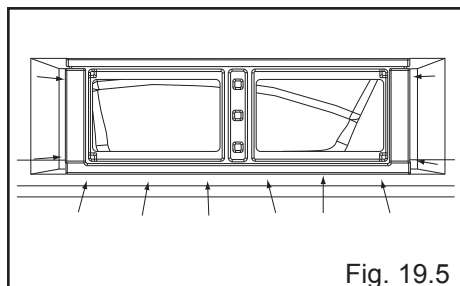

Fig. 19.5
Screw the apron into the wall and floor, as shown in Fig. 19.5, using 10 screws. The pre-drilled holes (3/16") will guide the positioning of the screws. Check that the apron is still level.
Visser le tablier au mur et au sol tel que démontré en fig. 19.5. Dix (10) vis doivent être fixées. Des cavités déjà pré-perçées (3/16") guident le positionnement des vis. S'assurer que le tablier reste à niveau.
Atornillar el faldón a la pared y al piso tal como se indica en la fig. 19.5. Se deberán colocar diez (10) tornillos. Los agujeros preperforados (3/16") sirven de guía para la colocación de los tornillos. Asegurarse de que el faldón permanezca a nivel.